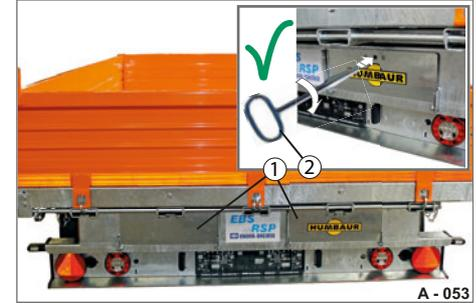

Abb. 63 Auffahrbohlen-Schächte gesichert
- ▶ Schließen Sie die Klappen (Abb. 63/1) der Auffahrbohlen-Schächte.
- ▶ Verriegeln Sie die Klappen mit dem Vierkant-Schlüssel (Abb. 63/2). Die Auffahrbohlen sind gesichert.